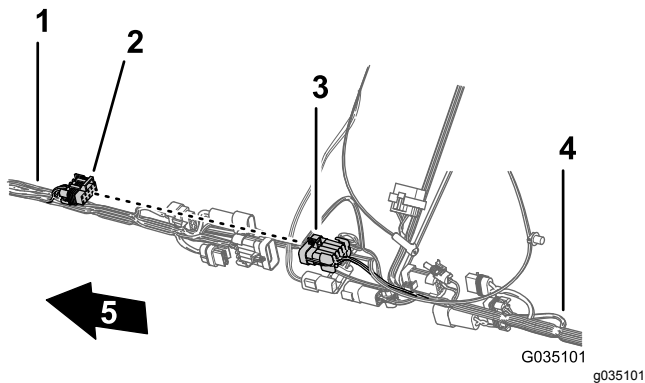

Рисунок 87
- Подсоедините 10-гнездовой разъем переднего жгута проводов для промежуточного соединения жгута проводов опрыскивателя к 10-штыревому разъему заднего жгута проводов для промежуточного соединения жгута проводов опрыскивателя (Рисунок 87).